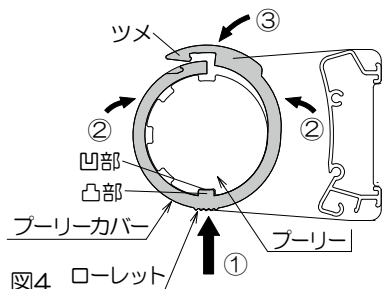

図4
6) プーリーカバーを固定します。（図4参照）
①プーリーカバーのローレット（ギザギザ）が図のように真下にくるようにして、プーリーカバー凸部をプーリーの凹部に合わせ
②図の矢印の方向に力を加えながら
③最後に矢印の方向から押込み、プーリーカバーのツメを引掛けて固定します。